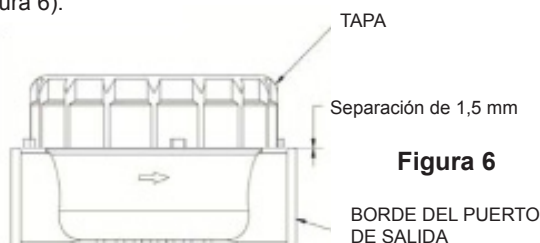

Figura 6
5. Enrosque la tapa del medidor manualmente. Para verificar el apriete, debería haber una separación de aproximadamente 1,5 mm entre la tapa y el borde del puerto de salida. (Consulte la Figura 6).